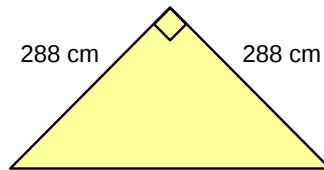
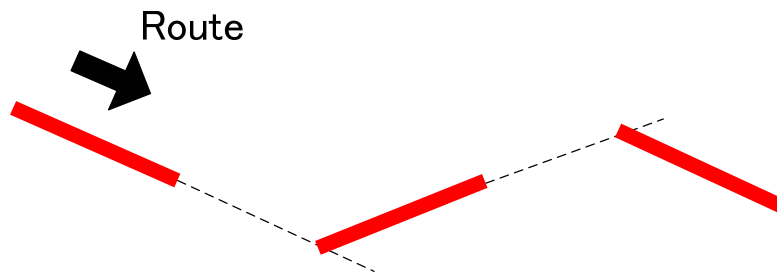

図 1 天井開口部の形状
図5 ドットのイメージ
- ・ 幅 160cm の搬入口（一階）を通過し、図 1 に示す形状の天井開口部を通過して天井クレーン（制限荷重 2 トン）で 2 階まで吊り上げ可能なこと。
A 地点からスタートし、プール底に設置された幅 5cm の赤色プラスチック製のラインを辿って B 地点に到達する。コースは直線、緩いカーブ（半径約 1 m）、L 字カーブ、ドット（ラインが約 1 m 間隔で切れ切れになる）をこの順番で含む。ドットは、図 5 に示すように前のラインの延長線上に次のラインが来るようになっている。なお、プールの深度境界部にもともと引かれている赤線（図 1 参照）は、ラインの近傍（左右それぞれ 1.5m 程度）のみ白いプレートで覆われる。